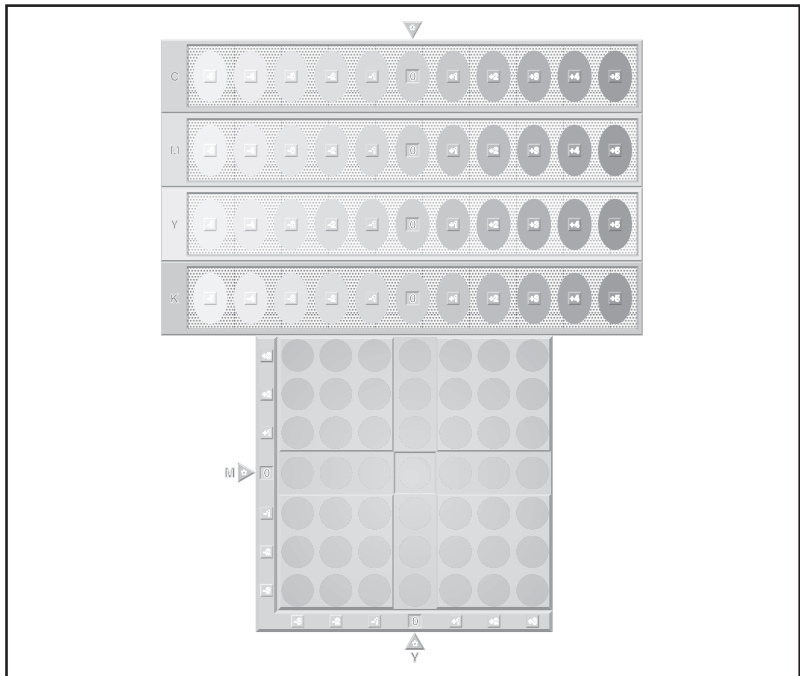

Abbildung 4-1 Farbdichtekalibrierungsseite
- 3 Drücken Sie auf **AUSWÄHLEN**, um die Farbdichtekalibrierungsseite zu drucken. Die Seite enthält vier Farbbalken (Zyan, Magenta, Gelb und Schwarz) und ein Feld mit Grau-Dichtekreisen (siehe Abbildung 4-1). Die werkseitige Standardeinstellung für alle Farben ist Null. Der Einstellungsbereich ist -5 bis +5.
Schritt 2: Passen Sie die Einstellung der Zyan-Dichte (C) an.
Sehen Sie sich den Zyan-Dichtebalken (C) auf der Farbdichtekalibrierungsseite (siehe Abbildung 4-1) aus 2 Meter Entfernung an. Wenn das Oval in der Mitte dem Hintergrundmuster besser entspricht als die anderen Ovale, braucht die Zyan-Dichte nicht angepaßt zu werden. In diesem Fall fahren Sie mit der Einstellung für Magenta (M) fort. Wenn ein Oval links oder rechts von der Mitte dem Hintergrund besser entspricht als das mittlere Oval, geben Sie die entsprechende Nummer mit den folgenden Schritten ein:
Schritt 3: Passen Sie die Einstellung der Magenta-Dichte (M) an.
Sehen Sie sich die Grau-Dichtekreise in dem Feld unten auf der Farbkalibrierungsseite an (siehe Abbildung 4-1). Wenn der Kreis in der Mitte dem Hintergrundmuster am besten entspricht, braucht die Grau-Dichte nicht angepaßt zu werden. Ist dies nicht der Fall, passen Sie die Grau-Dichte mit den folgenden Schritten an.